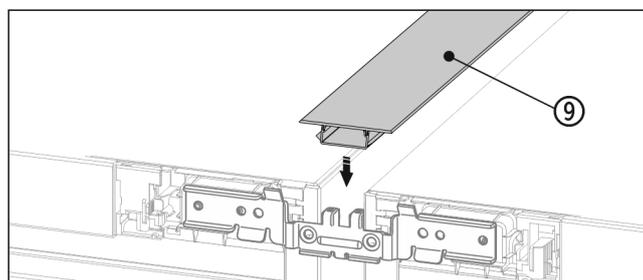

Fig. 20 *
- Sul lato superiore premere il listello superiore Fig. 20 (9) corto nella fessura orizzontale.*